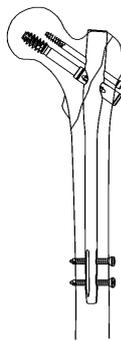

図 18
- 3) ディスタルスクリューを挿入しエンドキャップを装着して、インプラントの状態を正面像及び軸射/側面像で確認し、縫合して終了します。(図 18)